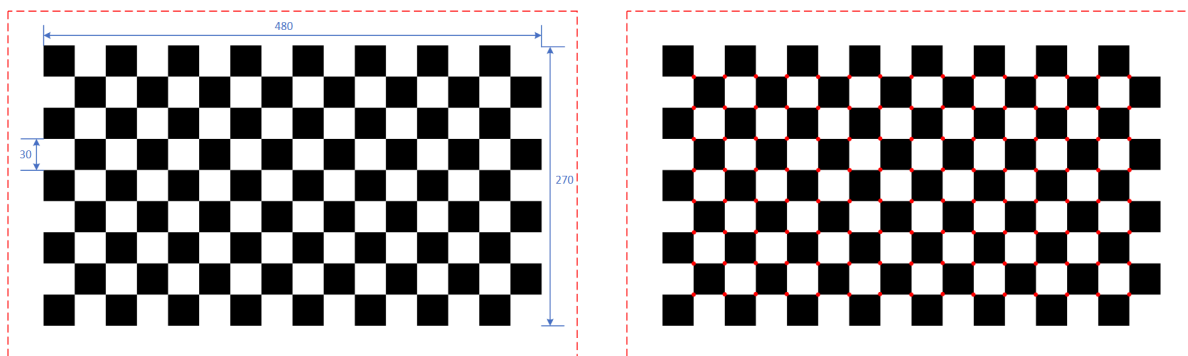

图2-1棋盘格规格设计
如图2-1为模组标定所用的对称方形棋盘格，棋盘格的具体参数如下：
**注意：**棋盘格四周须有留白区域，如图2-1所示，棋盘格四周与红色边框之间有留白区域，留白区域的边长大于一个方格即可。